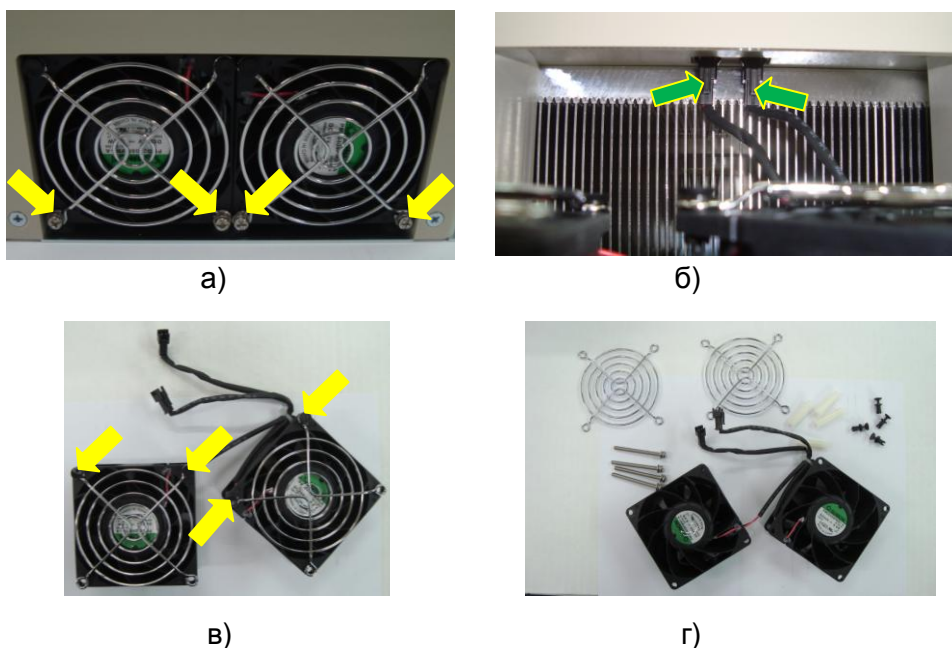

Рис. 6.12
6.6.1. Выкрутить винты крепления вентиляторов (желтые стрелки, рис. 6.12,а), вынуть вентиляторы и расположить рядом с корпусом преобразователя частоты.
6.6.2. Отсоединить разъемы вентиляторов от ответной части, предварительно нажав на защелку (зеленые стрелки, рис. 6.12, б).
6.6.3. Вынуть четыре пластиковых фиксатора крепления защитной решетки вентиляторов (желтые стрелки, рис. 6.12,в).
6.6.4. Положить вентиляторы и другие элементы в тару (рис.6.12,г).